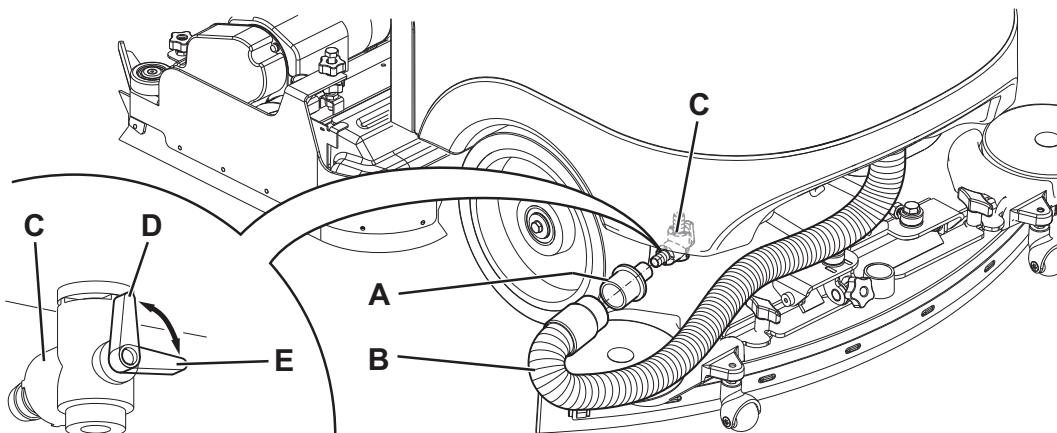

Figure 6
- Prendre l'adaptateur (45) positionné dans son logement dans le logement batteries.
- Monter l'adaptateur (A, Fig. 6) dans le tuyau d'aspiration (B) de l'embouchure, puis l'insérer dans le robinet de décharge (C).
- Positionner la clé de contact (58) sur "I" et démarrer le système d'aspiration au moyen de l'interrupteur (65).
- Ouvrir le robinet de décharge (C) pour permettre la vidange du réservoir (22).
- Le robinet (C) est ouvert quand il se trouve dans la position (D) par rapport au robinet ; il est fermé quand il se trouve dans la position (E).
- La procédure terminée, arrêter le système d'aspiration et vider le réservoir de l'eau de récupération (19) avec le tuyau (24).
- Le travail terminé, fermer le robinet de décharge (C), démonter l'adaptateur (A) et monter à nouveau le tuyau d'aspiration (B) sur l'embouchure (30).